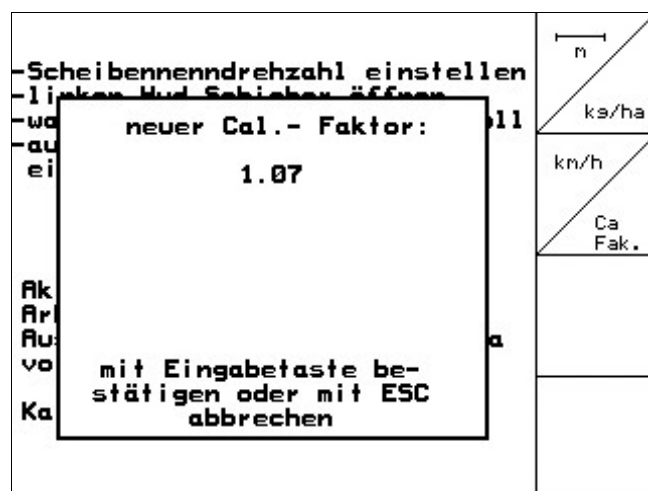

Рис. 36
- Отображается новый коэффициент калибровки и подтверждается при помощи , или отменяется при помощи  (Рис. 36).